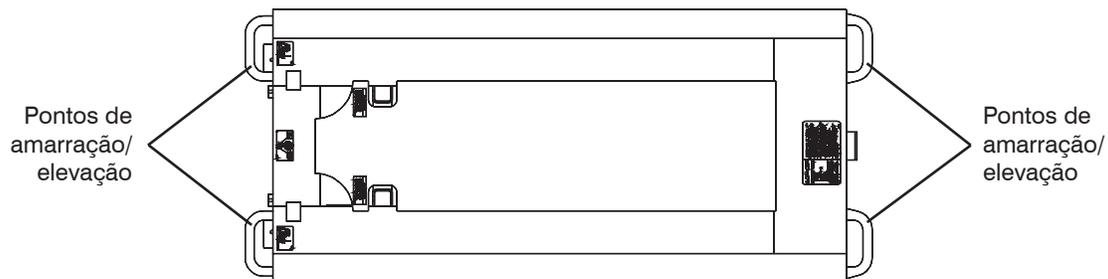

Figura 3-14. Pontos de amarração/elevação
- Os apetrechos de elevação/amarração podem ser amarrados aos quatro pontos de elevação como mostrado na Figura 3-14.
Durante o transporte, a plataforma aérea deve ser fixada ao caminhão ou à plataforma do reboque. Os pontos de amarração disponíveis estão mostrados na Figura 3-14.